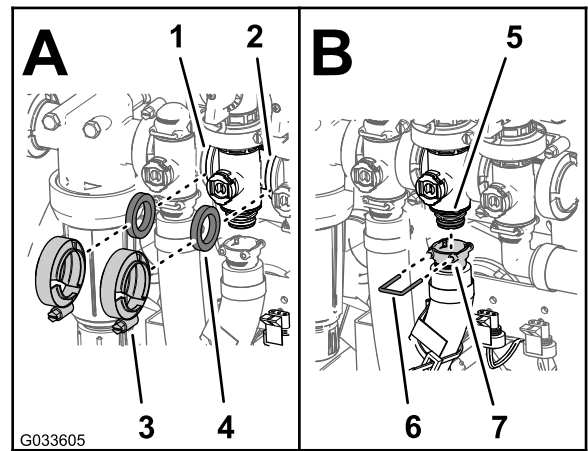

Figura 113
2. Monte la válvula de desvío de agitación, la junta y el distribuidor de la válvula de agitación con una brida de fijación y apriete a mano (Figura 113).
3. Alinee una junta entre las bridas del distribuidor de la válvula de control de caudal y el distribuidor de la válvula de agitación (Figura 113, A).
4. Monte la válvula de control de caudal, la junta y el distribuidor de la válvula de agitación con una brida de fijación y apriete a mano (Figura 113, A).
5. Alinee una junta entre las bridas del distribuidor de la válvula de agitación y la válvula maestra (Figura 113, A).
6. Monte el distribuidor de la válvula de agitación, la junta y la válvula maestra con una brida de fijación y apriete a mano (Figura 113, A).
7. Monte el conector de salida en el acoplamiento inferior del distribuidor de la válvula de agitación (Figura 113, B).
8. Sujete el conector de salida al acoplamiento insertando una horquilla de retención en el alojamiento del conector de salida (Figura 113, B).